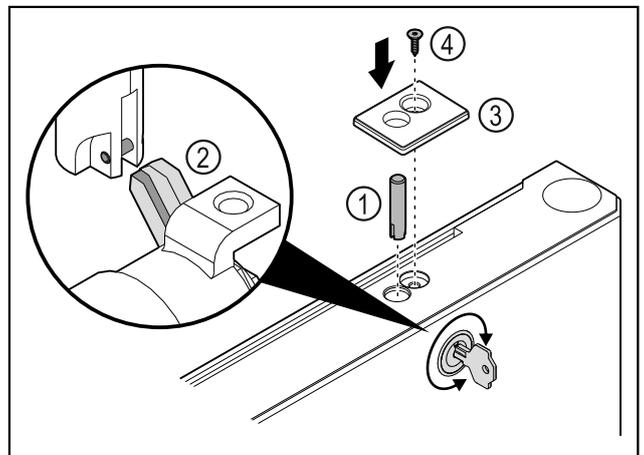

Fig. 42
- Schlossbolzen Fig. 42 (1) einsetzen.
- Schloss leicht drehen, damit Schlossbolzen Fig. 42 (2) in Schlitz von Schloss einrastet.
- Abdeckung Fig. 42 (3) einsetzen.
- Schraube Fig. 42 (4) einsetzen.